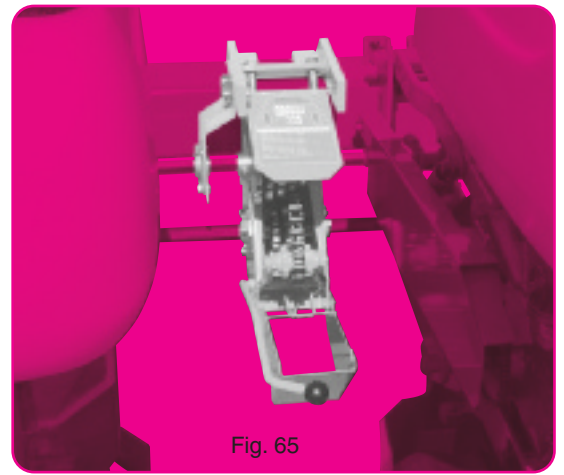

Fig. 65
- Montage déporté (fig. 65) pour semoir à nombre de rangs impair. La boîte se place à gauche et au plus près de l'élément central : pour cela supprimer 1 des paliers ④ support axe hexagonal.
- Montaje desviado (fig. 65) para sembradora con número de hileras impar y distancia entre hileras inferior a 45 cm. La caja se coloca a la izquierda y lo más cerca del elemento central ; para ello suprimir 1 de los cojinetes ④ soporte eje hexagonal.
- Offset assembly (fig. 65) for planters with an odd number of rows and inter-row spacing under 45 cm (18"). The gearbox is then mounted on the left and as close as possible to the central metering unit. To do so, remove one of the bearing fingers ④ which support the hexagonal shaft.